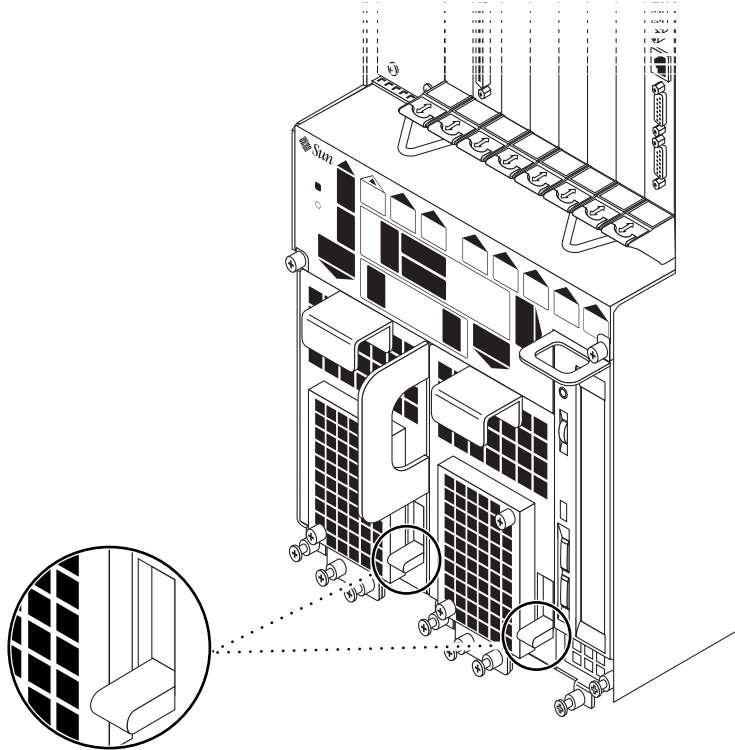
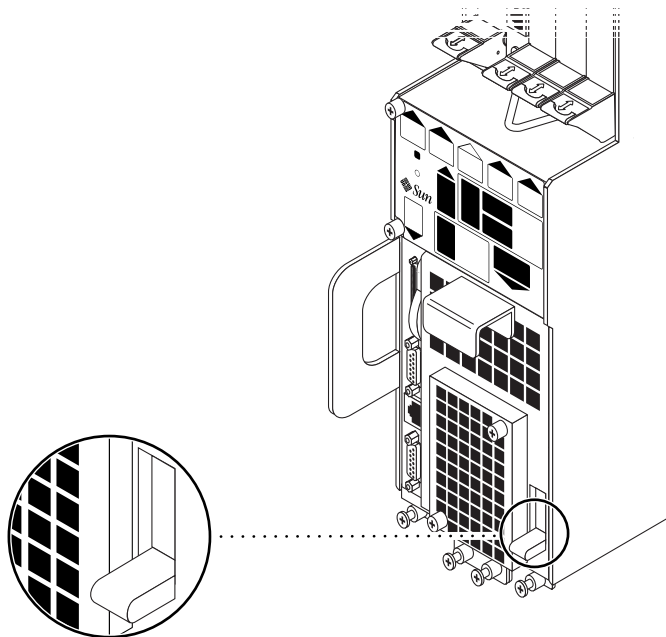

ABBILDUNG 6-1 Lage des Sperrmechanismus der Stromversorgungseinheiten beim Netra ct 800 Server
ABBILDUNG 6-2 Lage des Sperrmechanismus der Stromversorgungseinheiten beim Netra ct 400 Server
ABBILDUNG 6-1 zeigt, wo sich die Sperrmechanismen der beiden Stromversorgungseinheiten des Netra ct 800 Servers befinden, und ABBILDUNG 6-2 zeigt, wo sich der Sperrmechanismus der Stromversorgungseinheit des Netra ct 400 Servers befindet. Achten Sie darauf, dass Sie beim Einschalten eines Netra ct 800 Servers *beide* Stromversorgungseinheiten sperren.
6. Wenn Sie den Netra ct Server vollständig abschalten möchten, drücken Sie den violetten Sperrmechanismus der Stromversorgungseinheit(en) nach oben in die entspernte (Ⓢ) Position (siehe ABBILDUNG 6-1 auf Seite 133 für den Netra ct 800 Server bzw. ABBILDUNG 6-2 auf Seite 134 für den Netra ct 400 Server).
7. Wenn Sie den Netra ct Server vollständig abschalten möchten, drücken Sie den violetten Sperrmechanismus der Stromversorgungseinheit(en) nach oben in die entsperrte (☐) Position (siehe ABBILDUNG 6-1 auf Seite 133 für den Netra ct 800 Server bzw. ABBILDUNG 6-2 auf Seite 134 für den Netra ct 400 Server).